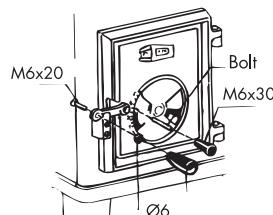

Fig. 5.
8. Dørknotten skrus på dørlukkeren, låseskiven skal plasseres mellom knott og dørlukker. Knott for trekk-ventil festes med pinneskru (se fig.5).